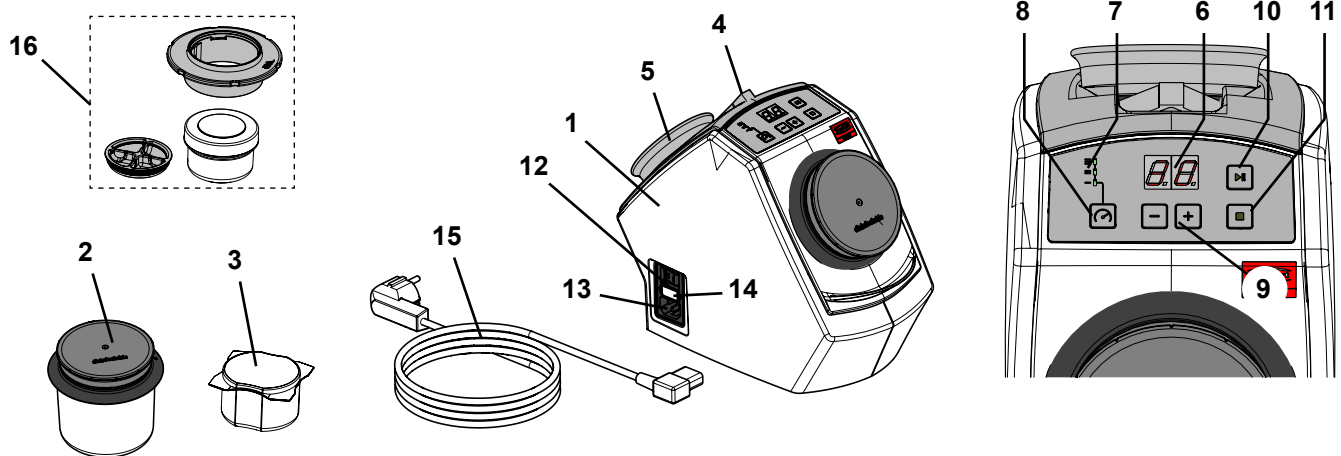

Abb. 1
- ▶ Der Haltemagnet (Abb. 1, Pos. 5) enthält Blei.
- ⇒ Platzieren Sie die beiliegende Pinzette und den Haltemagneten in den Haltemulden auf der Geräterückseite (Abb. 1).
- ⇒ Wählen Sie das Netzkabel (15, Abb. 1) mit dem in Ihrem Land passenden Netzstecker.
- ⇒ Netzkabel in Netzanschluss (13, Abb. 1) einstecken.
- ⇒ Schalten Sie das Gerät am Netzschalter (12, Abb. 1) ein.
- ⇒ Befüllen Sie den Reinigungsbecher (2, Abb. 1) mit 75 g Reinigungsnadeln (entspricht einer Verpackungseinheit).
- ⇒ Befüllen Sie den SYMPRO Mini-Becher (Zubehör) (16, Abb. 1) mit ~ 5 g Reinigungsnadeln.